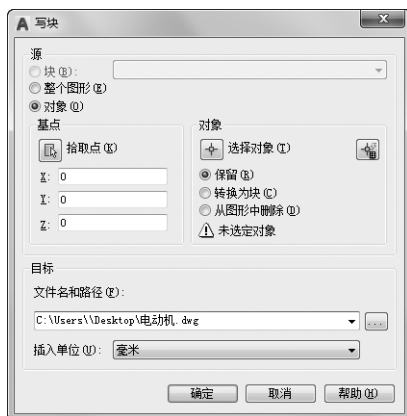

图 6-93 “写块”对话框
(2) 单击“插入”选项卡“块定义”面板中的“写块”按钮, 打开“写块”对话框, 如图 6-93 所示。拾取电动机图形中圆的圆心为基点, 以该图形为对象, 输入图块名称并指定路径保存, 确认后退出。